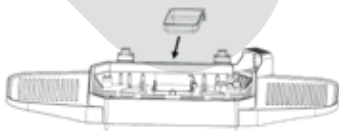

Fig. 8
8. Inserire la vaschetta di raccolta del grasso [17] (Fig. 8). La vaschetta deve essere spinta nell'alloggiamento del barbecue. Per rimuovere la vaschetta di raccolta del grasso, spingerla con cautela verso il basso e poi estrarla.